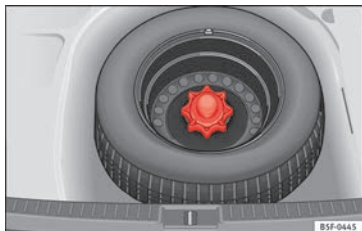

Fig. 255 Rueda de emergencia: piso de carga alzado.
- Alce el piso de carga y manténgalo en posición elevada para poder sacar la rueda de emergencia »» **fig. 255**.